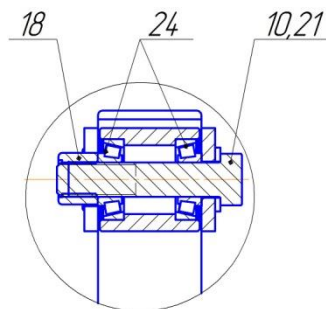

Рис. 5. Схема сборки подшипникового узла.
- 6. В цилиндрическую втулку поз.1 (Рама) установить с зазором поз.24 (Подшипник 7204А) 2шт. Ориентация роликов в соответствии с рис.5. На подшипники нанести консистентную смазку типа "Литол".